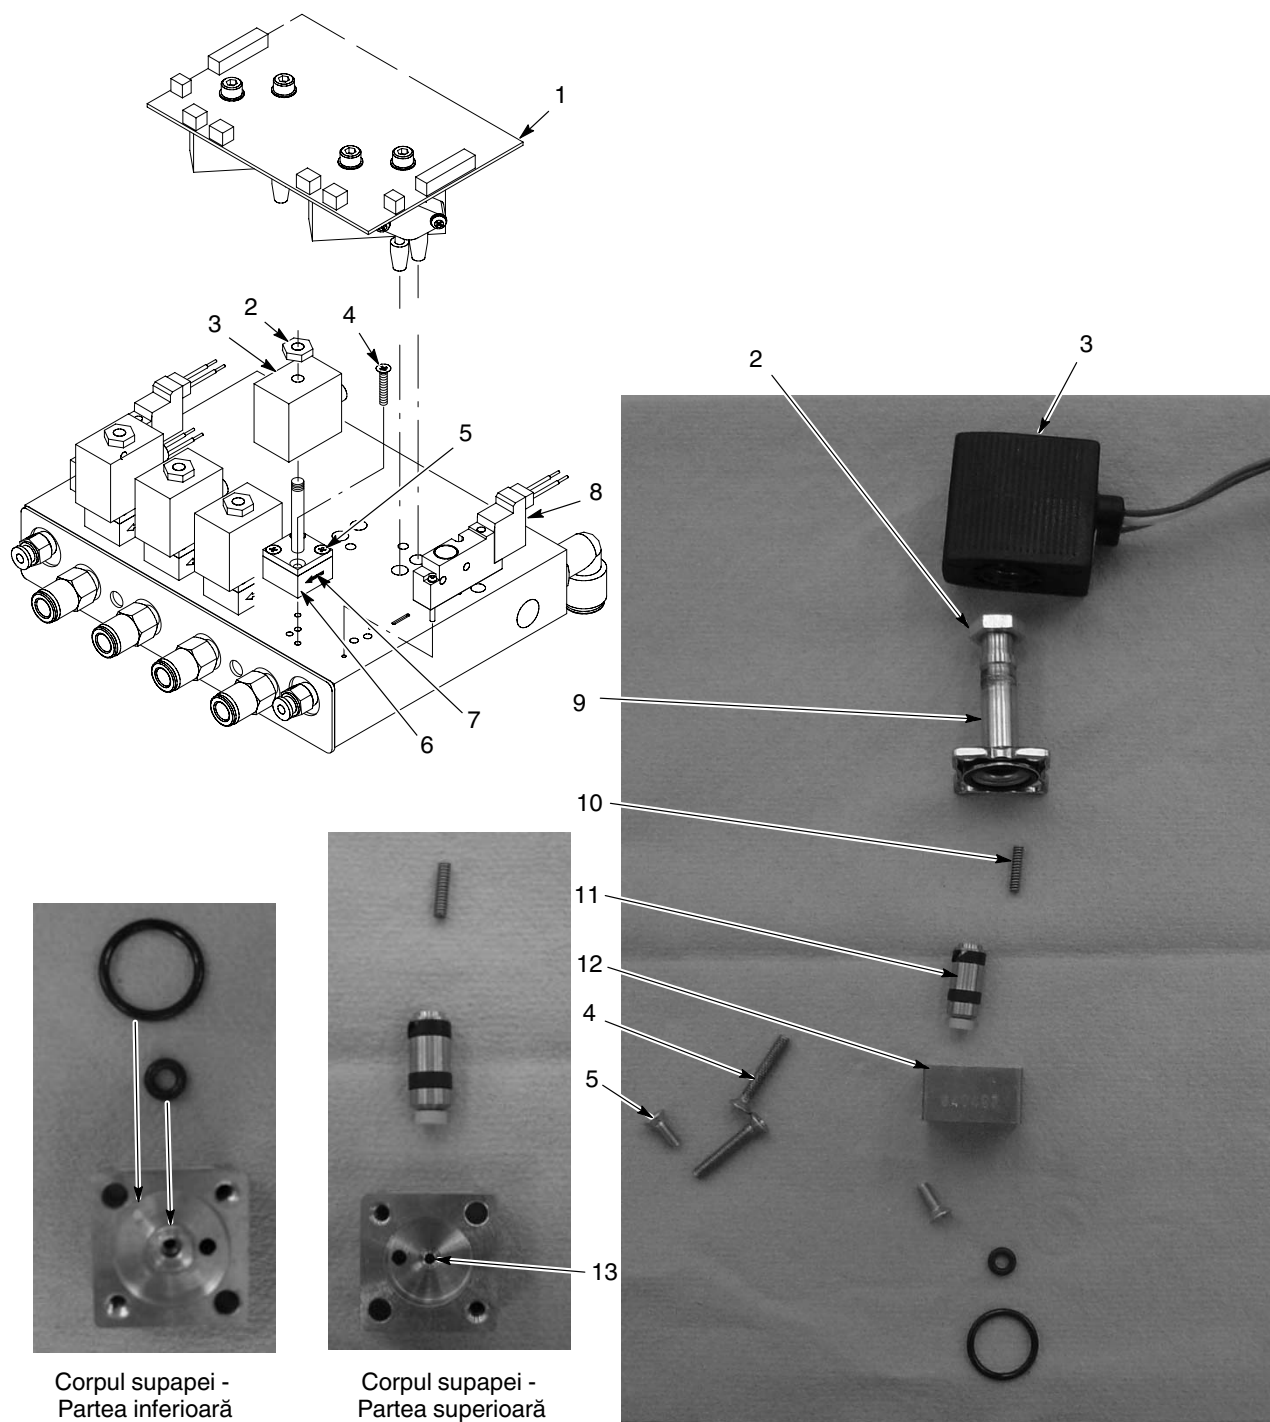

Figura 5-1 Demontarea și înlocuirea supapei proporționale a modulului iFlow
A se vedea Figura 5-1. O alimentare cu aer ce conține impurități poate cauza defectarea supapei proporționale (6). Urmați aceste instrucțiuni pentru a dezasambla și a curăța supapa.
1. Deconectați firele bobinei (3) de la placa de circuite (1). Scoateți piulița (2) și bobina de pe supapa proporțională (6).
2. Scoateți cele două șuruburi lungi (4) pentru a demonta supapa proporțională de pe carcasă.
A se vedea Figura 5-1. Pentru a demonta supapele electromagnetice pentru aerul pistolului (8), scoateți cele două șuruburi din corpul supapei și scoateți supapa din carcasă prin ridicare.